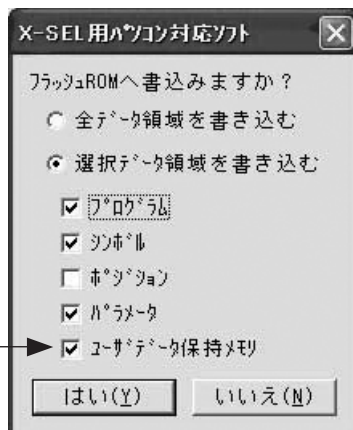

図 3.32 確認（X-SEL-P/Q、SSEL、ASEL、PSEL）
メイン画面左側のツリービュー（図3.32、3.33）に表示されているアイテムをマウスでダブルクリックすることにより、オンラインモード時のデータ編集ウィンドウ表示操作を簡潔に行うことができます。メニューの表示 (V) → ツリー表示 (T) で表示を ON/OFF することができます。